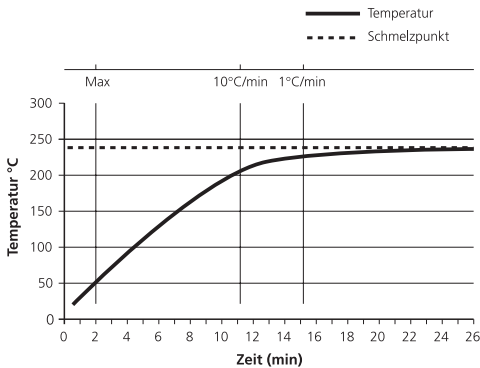

Abb. 6
6. Um den Schmelzpunktbereich schnell und präzise bestimmen zu können, muss die Probe zunächst schnell auf Temperatur gebracht werden, um dann bei Annäherung an den Schmelzpunkt eine weitaus niedrigere Heizrate zu verwenden (Abb. 6 zeigt die ideale Erhitzungskurve für eine Probe mit einem Schmelzpunkt von 240°C).